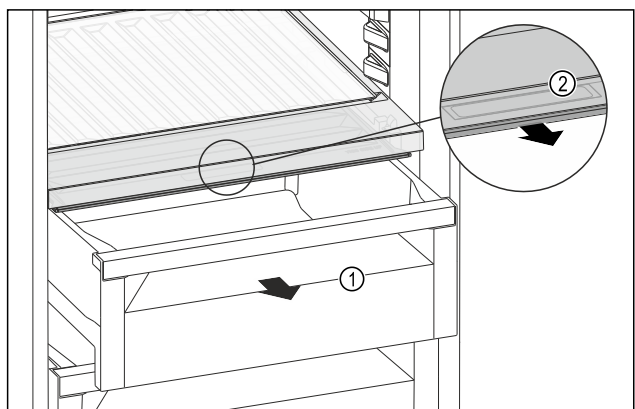

Fig. 221
- ▶ Zásuvku Fig. 221 (1) vytáhněte.
- ▶ Uchopte prohlubeň pro rukojeť Fig. 221 (2) na víko zásuvky a současně zatáhněte za víko zásuvky směrem dopředu.